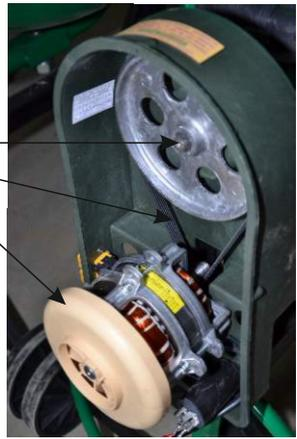

Рис. 5
1. Заміна ремня 1 (Рис. 5)
- 2.4. За допомогою прутка приставленого до центру вісі 5 (Рис. 5) ударами молотка вибити вісь з шестернею з направляючої 4 (Рис.4).